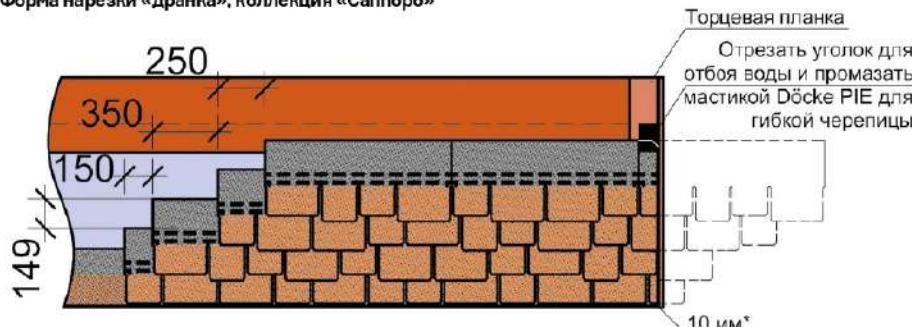

Рис. 25. Схема смещения гонтов черепицы коллекции «Саппоро» по горизонтали и вертикали
8.2.16 Смещение гонтов гибкой черепицы Döcke LUX коллекции «Саппоро» по горизонтали необходимо устраивать в диапазоне от 150 до 850 мм с шагом 100 мм (150, 250, 350 мм и т. д.) (рис. 25). Для достижения хаотичного рисунка кровли необходимо смещать гонты по горизонтали на переменную величину.